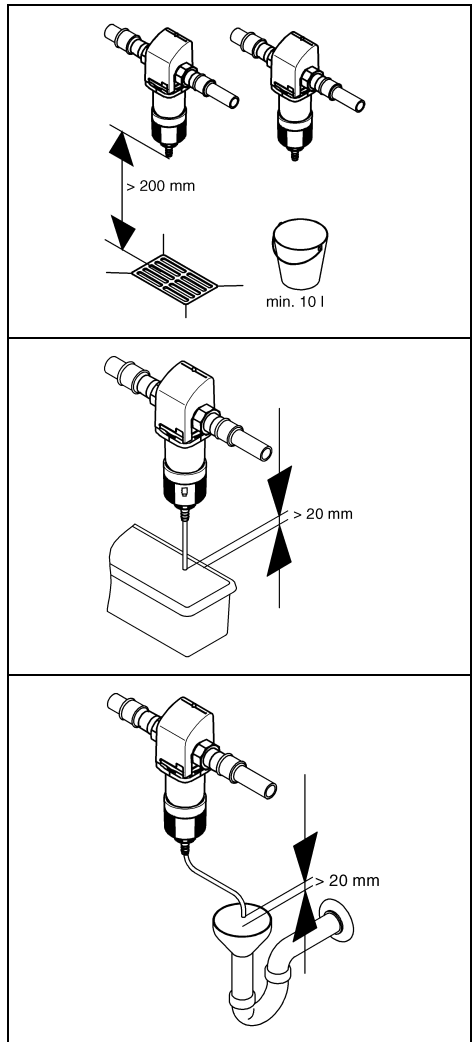

Fig. 4: Possibilités d'évacuation de l'eau de rétrolavage
L'eau de rétrolavage exige un écoulement d'eau chargée suffisamment dimensionné (par exemple évacuation au sol) selon DIN 1986. En l'absence d'un raccordement aux égouts, vous pouvez utiliser un seau de taille appropriée (cf. fig. 4).
- Si le seau est rempli à moitié, il faut achever l'opération de rétrolavage. Sinon, le seau risque de déborder. C'est pourquoi il faut que le seau soit suffisamment dimensionné (cf. fig. 4) et le rétrolavage devrait être réalisé rapidement.